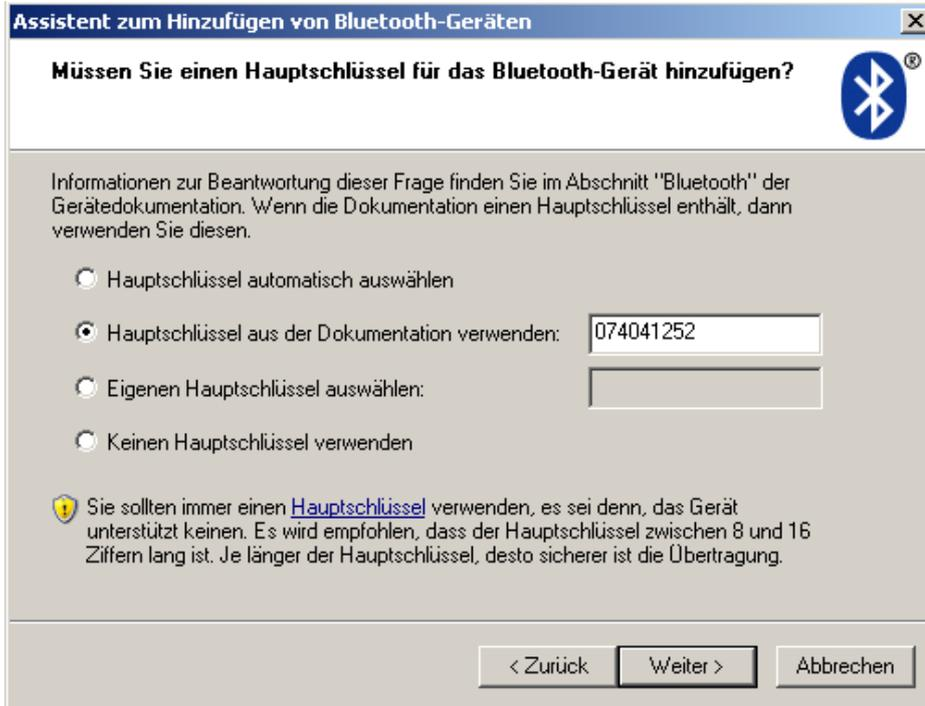

Рис. 1-8. Ввод главного ключа
3. Ввести главный ключ (Рис. 1-8). Главный ключ соответствует PIN-коду Bluetooth, заданному в разделе 1.5. Подтвердить выбор нажатием экранной кнопки **Weiter** (Далее).